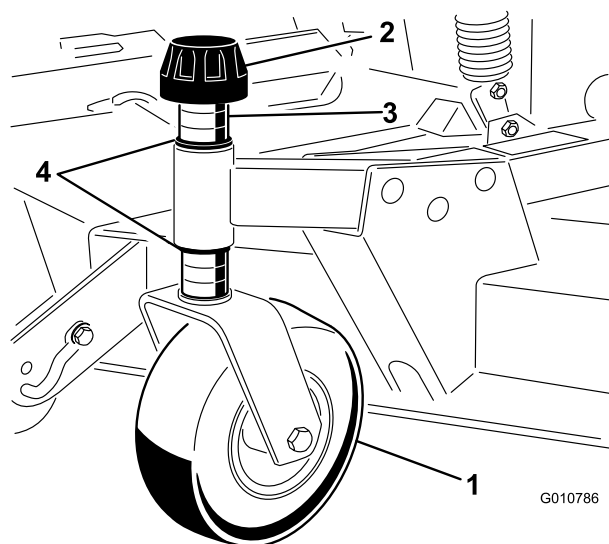

図 9
1. スピンドルシャフトからテンショニングキャップを外し、前キャストアームからスピンドルを抜き出す図 9。